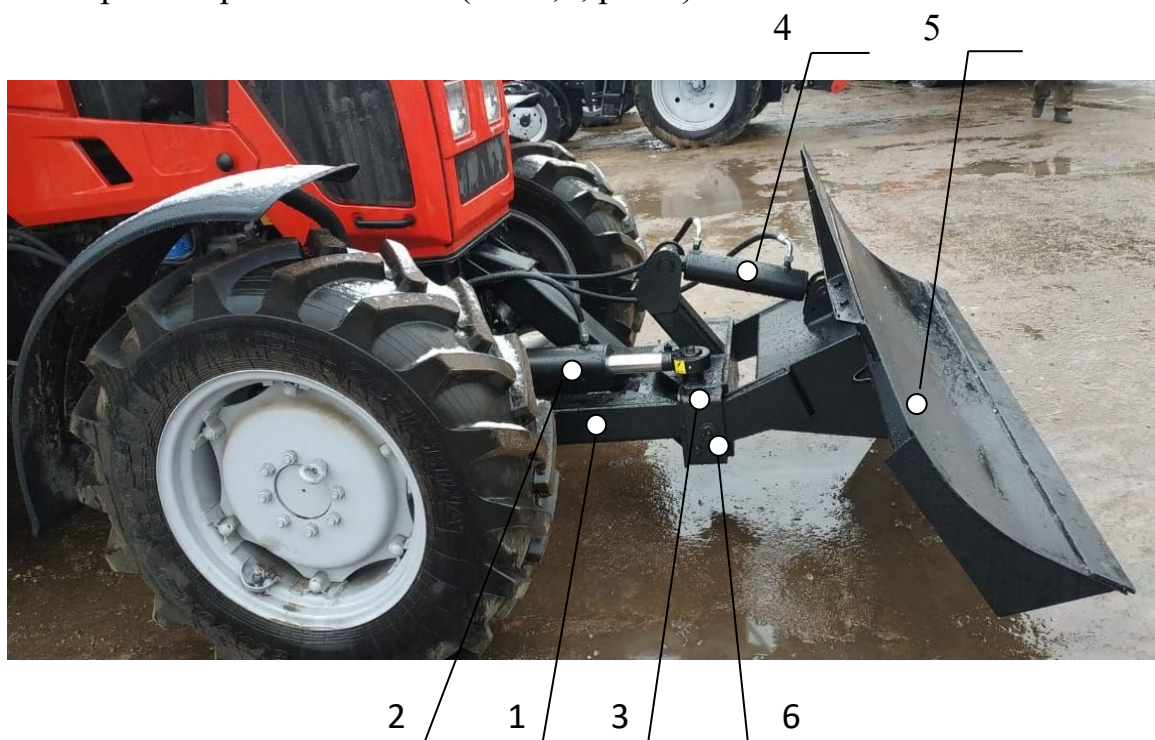
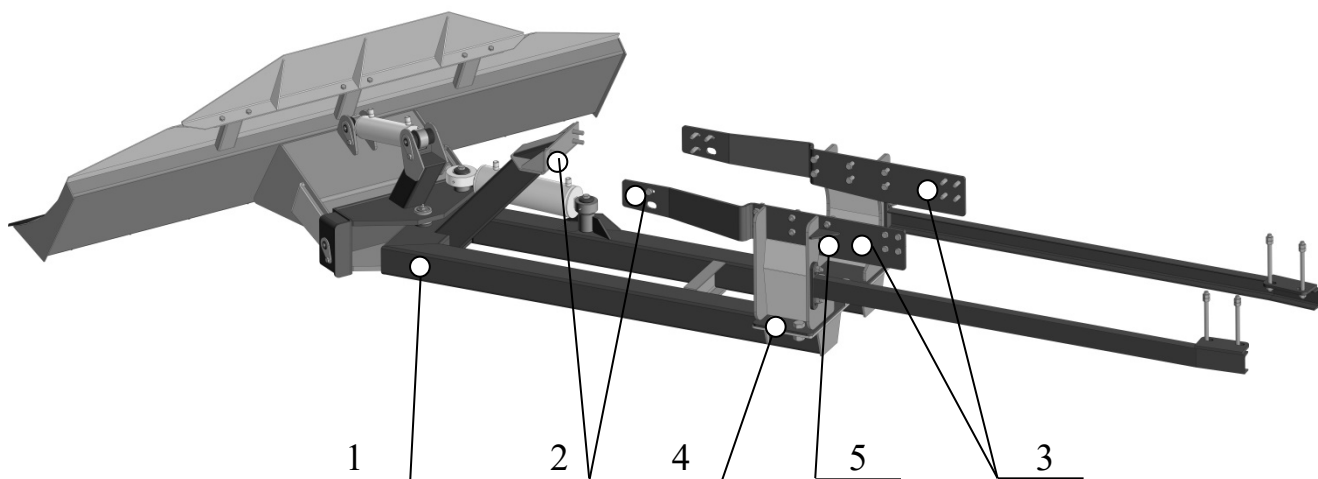
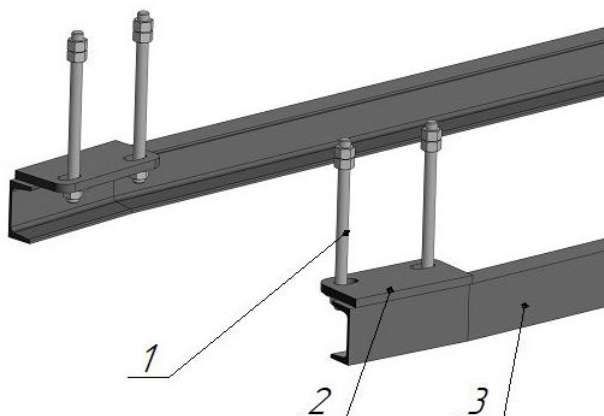
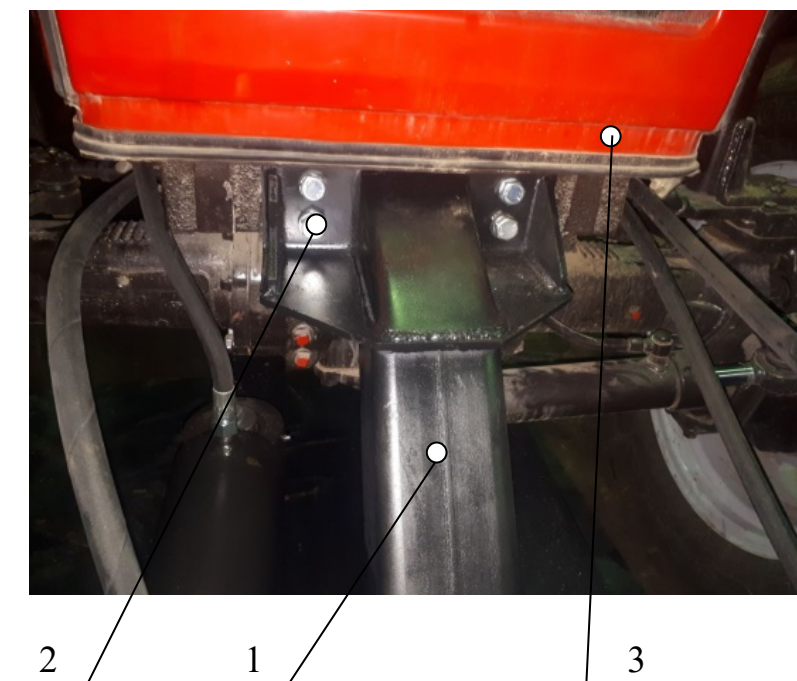

Рисунок 1
Рисунок 2
Рисунок 4
Рис.6
Отвал бульдозерный гидроповоротный ОГС-1221 (ОГС-1221.3) (далее - Отвал) (рис. 1) предназначен для выполнения планировочных, дорожных и строительных работ, уборки территории и выполнения других видов работ с мелкокусковыми сыпучими материалами.
- Рама (поз.1, рис.1), на которую шарнирно через вертикальный палец устанавливается Опора поворотная (поз.3, рис.1);
- в Опору поворотную (поз.3, рис.1) через два Пальца (поз.6, рис.1) устанавливается Лопата (поз.5, рис.1), которая соединяется с Опорой поворотной Гидроцилиндром подъема Лопаты (поз.4, рис.1);
- Рама соединяется с двумя Подрамниками (поз.3, рис.2) Болтами М27х60 (поз.4, рис.2);
- Распорки крепятся Болтами М16х55 (рис.2) к Подрамникам и Шпильками (рис.4) на задний мост трактора;
- Гидроцилиндр поворота Лопаты (поз.2, рис.1) фиксируется пальцами в Опоре поворотной и Раме (поз.1,3, рис.6)
- установить на раму трактора Подрамники (поз.3, рис.2) правый и левый;
- собрать Раму (поз.1, рис.1) с Опорой поворотной (поз.3, рис.1), Пальцем (поз.4, рис.5),
- закрепить Раму (поз.1, рис.1) и Пластины крепления подрамника (поз.3, рис.2) болтами М27х60 (поз.4, рис.2);
- закрепить Раму (поз.1, рис.1) на Тракторе Болтами М16х55 (рис.6)